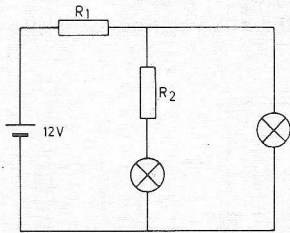

Fig. 1
a. Eerst gebruikt men de schakeling van fig. 1.
a. Omdat in fig. 1 het rechterlampje de hoogste spanning heeft, is dit het lampje van 6 V. De stroom hierin is $1,2/6 = 0,2$ A. Omdat de stroom in het linkerlampje gelijk is aan $1,2/3 = 0,4$ A, en de spanning hierop gelijk aan 3 V, is $R_2 = (6 - 3)/0,4 = 7,5 \Omega$. De stroom in R_1 is 0,6 A en de spanning hierop is $12 - 6 = 6$ V. Deze weerstand is dus $6/0,6 = 10 \Omega$.
c. In beide schakelingen is het vermogen, dat aan de lampjes ten goede komt, gelijk aan 2,4 W. In fig. 1 levert de accu een stroom van 0,6 A, dus een vermogen van $12 \times 0,6 = 7,2$ W. In dit geval is het rendement $2,4/7,2 = 1/3 = 33\frac{1}{3}\%$.